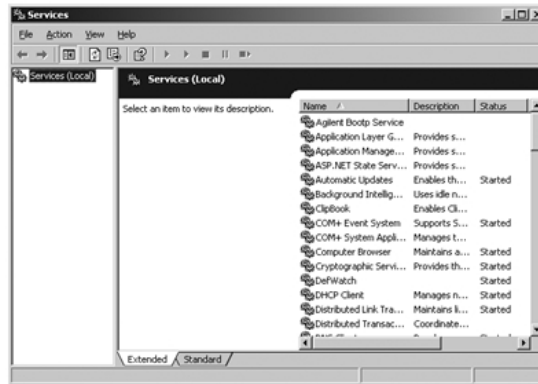

Figura 46 Finestra Servizi di Windows
- 1 Nel Pannello di controllo di Windows, selezionare **Strumenti amministrativi > Servizi**. Viene visualizzata la finestra **Services**, vedere Figura 46, pagina 262.